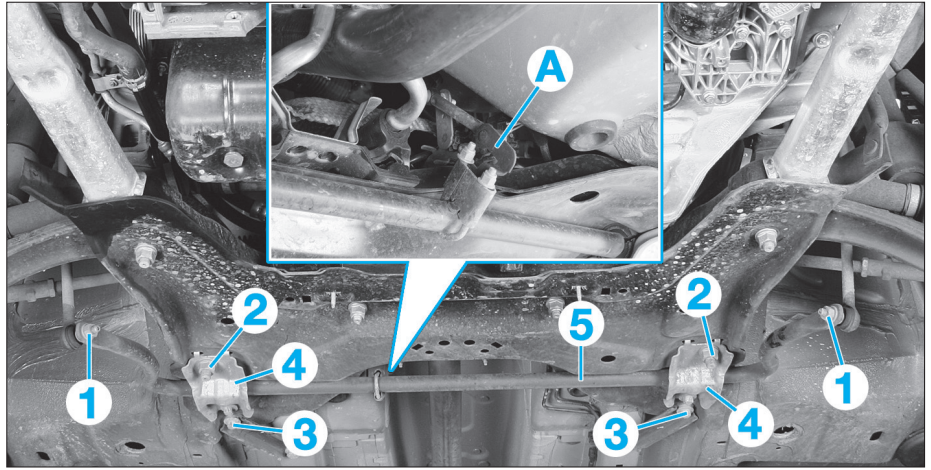
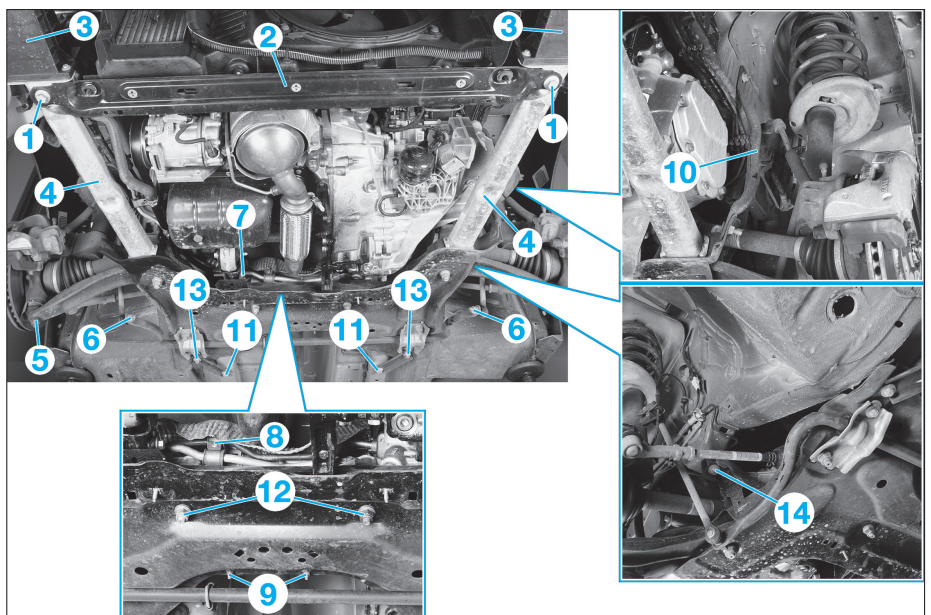

Fig. 15
Fig. 17
- Désaccoupler la biellette du capteur de hauteur en (A) (Fig.15) (si équipé).
- les écrous (1),
- les écrous (2),
- les vis (3),
- les brides (4),
- la barre stabilisatrice (5).
- les vis (1) (Fig.17),
- la traverse (2),
- la poutre piéton (3),
- les allonges de berceau (4).
- les écrous des rotules de pivots (5) (Fig.17),